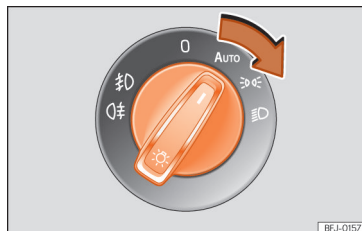

Abb. 103 Instrumententafel: Bedienelement Licht
- Schalten Sie die Zündung ein und stellen Sie den Lichtschalter in die gewünschte Position » **[Abb. 103]**: